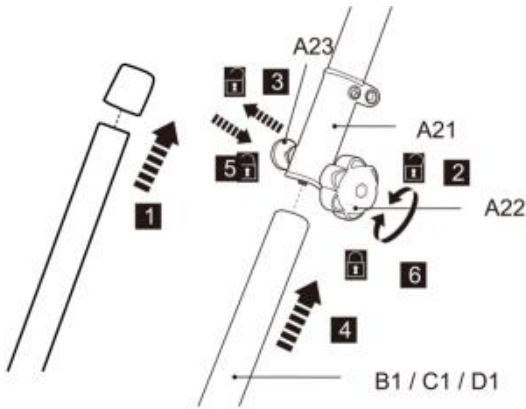

Fig. 3
32. Entfernen Sie die vormontierte Schutzkappe vom unteren Pol (B1/C1/D1) (Abb.3 , Schritt 1).
33. Lösen Sie den Feststellknopf (A 22) , aber entfernen Sie ihn nicht vollständig (Abb. 3 , Schritt 2).
34. Richten Sie die untere Stange (B 1/C 1/D 1) aus und führen Sie sie in die Verriegelungshülse (A 21) ein, während Sie an der Feder ziehen Schraube (A 23) (Abb.3 , Schritt 3 und 4).
35. Drehen Sie die untere Stange leicht, um das Loch mit der Feder auszurichten Schraube (A23) . Lassen Sie die Feder los Ziehen Sie anschließend die Schraube fest, um die untere Stange in Position zu halten. Achten Sie auf die Feder Der Bolzen rastet im Loch ein (Abb. 3 , Schritt 5).
6. Ziehen Sie den Feststellknopf (A 22) fest, um die Verbindung zu sichern (Abb. 3 , Schritt 6).